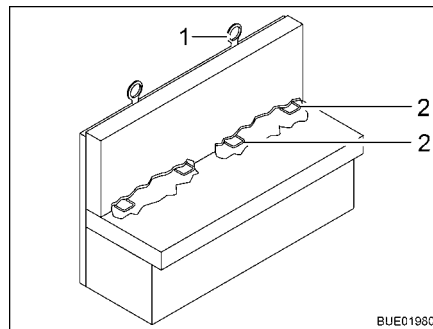

Fig. 23 Sécurité enfant Isofix
Quand le véhicule est équipé d'une sécurité enfant Isofix, les sièges appropriés portent un symbole Isofix. Ces sièges possèdent un étrier de fixation (Fig. 23,2) et un point d'ancrage supplémentaire en haut sur l'accoudoir (Top Tether) (Fig. 23,1). Utiliser des systèmes de retenue pour enfants compatibles avec Isofix. Les systèmes de retenue pour enfants possèdent des bras encliquetables qui s'enclenchent dans les étriers de fixation du siège.
- Fixer si possible de plus le siège pour enfant au Top Tether (Fig. 23,1).